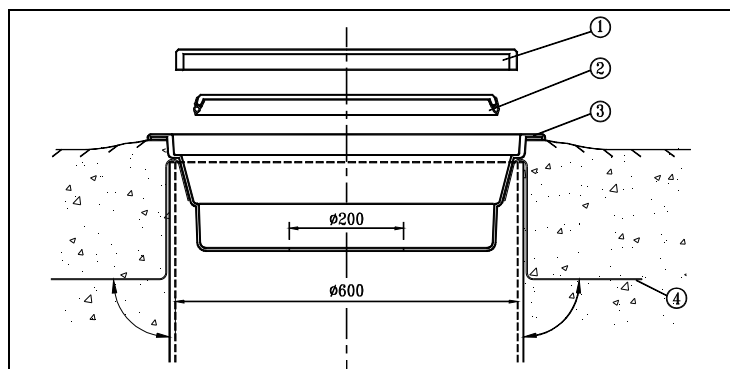

Рис. 17. Установка пластмассовой крышки на емкость Loka..
Пластмассовую крышку $\varnothing 600$ мм можно устанавливать прямо на техколодец емкости лoka ($\varnothing 600$ мм). В комплект поставки входит (Рис. 17) D600 крышка (1), горловина (3), крепежные металлические ленты 3 шт. (4). А также, как дополнительная оснастка – газонепроницаемая внутренняя крышка (2).
Горловину устанавливаем на место перед окончательной засыпкой песком (Рис. 17). Металлическая лента препятствует выдавливанию горловины. Разгрузка емкости осуществляется отверстием через $\varnothing 200$ мм находящееся внутри крышки с горловиной. При необходимости диаметр отверстия можно увеличить.